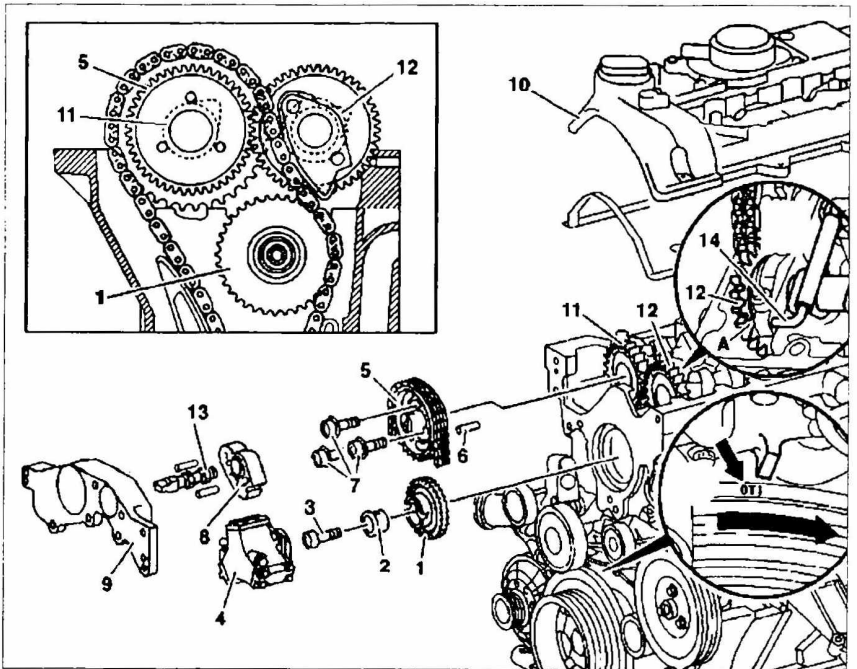

Рис. 18. Снятие и установка промежуточной шестерни привода ТНВД:
1. Снимите крышку 10 головки блока цилиндров (рис. 18).